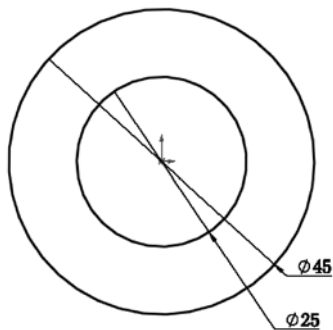

图 13-35 绘制草图
(1) 新建文件。启动 SolidWorks 2012，选择菜单栏中的“文件”→“新建”命令，或者单击“标准”工具栏中的（新建）按钮，在弹出的“新建 SolidWorks 文件”对话框中选择（零件）按钮，然后单击“确定”按钮，创建一个新的零件文件。
(2) 绘制草图。在左侧的“FeatureManager 设计树”中用鼠标选择“前视基准面”作为绘制图形的基准面。单击“草图”工具栏中的（圆）按钮，在坐标原点绘制直径分别为 25 和 45 的圆，标注尺寸后结果如图 13-35 所示。
(3) 拉伸实体。选择菜单栏中的“插入”→“凸台/基